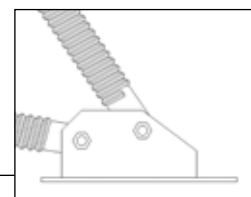

Рис. 19
2. Закрепить пятку, например, с помощью анкерного болта MMS 20×130 компании PERI (42) (Рис. 19)